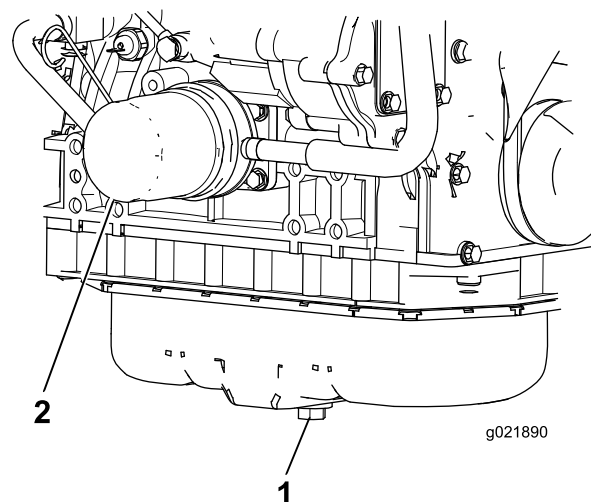

Figure 41
1. Retirez le bouchon de vidange (Figure 41) et faites couler l'huile dans un bac de vidange. Remettez le bouchon en place lorsque la vidange d'huile est terminée.
2. Déposez le filtre à huile (Figure 41). Appliquez une fine couche d'huile propre sur le joint du filtre de rechange avant de le visser en place. **Ne serrez pas excessivement.**